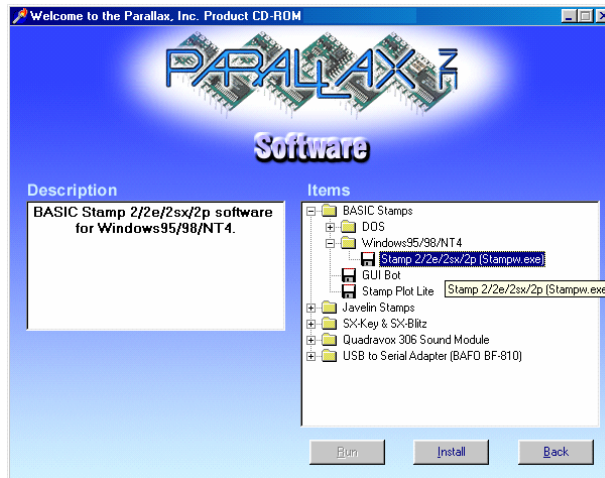

Figura 1-15
- √ Clickare il + vicino alla cartella BASIC Stamps mostrata in Figura 1-15.